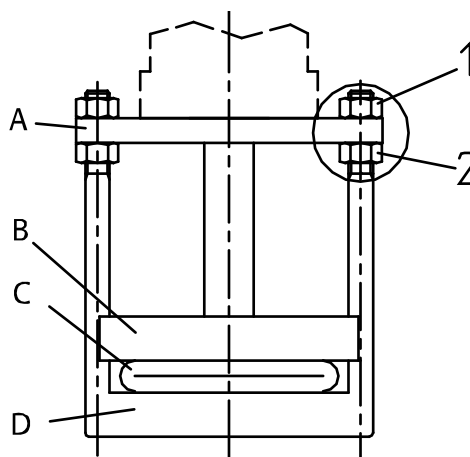
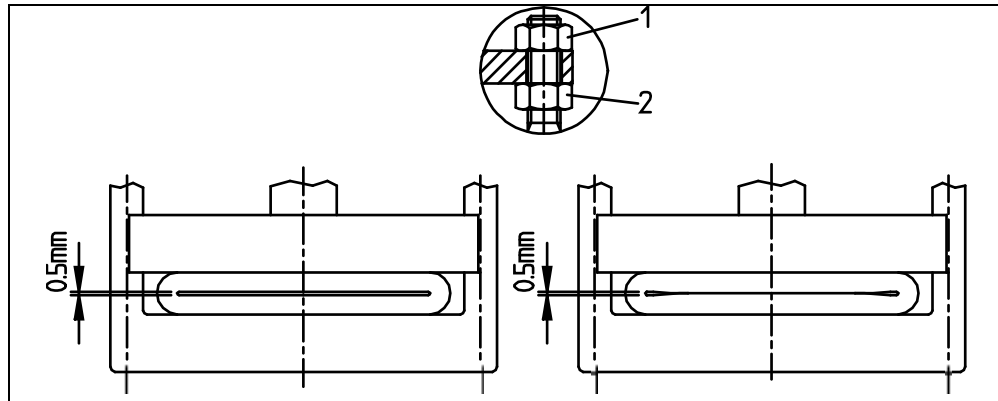
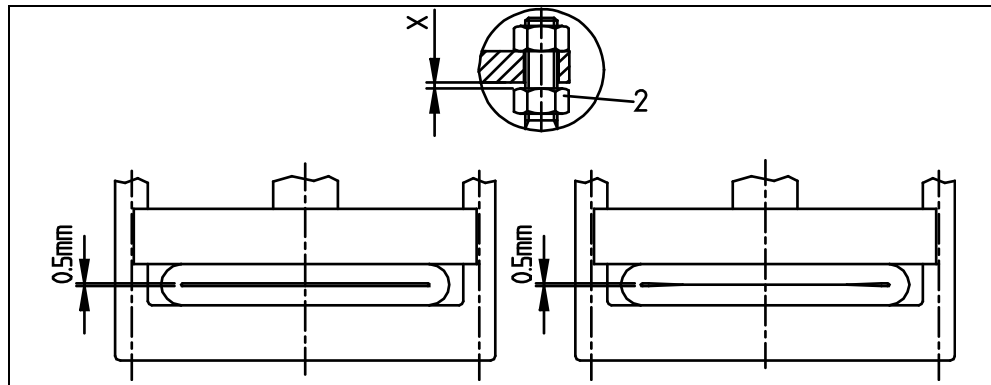

Fig. 10.
Fig. 10.1.
Fig. 10.2.
- Fermez la vanne à l'aide de l'actionneur. Réglez le parallélisme des barres de pincement à l'aide des écrous se trouvant des deux côtés de la plaque de fixation de l'actionneur (Fig.10, écrous 1 et 2), de manière à ce que le manchon laisse apparaître à l'une de ses extrémités une fente de lumière (environ 0,5 mm) au niveau du point subissant l'effort de compression du manchon ou symétriquement des deux côtés (Fig. 10.1).
- Serrez équitablement les deux boulons (1) de sorte que la fente de lumière disparaisse.
- Dévissez les écrous inférieurs (Fig. 10.2, écrou 2) de X mm de la plaque de fixation (voir la dimension X dans le tableau, Fig. 11).
Si la vanne est actionnée par un volant, une simple vérification du parallélisme des barres de pincement et de la présence d'une fente de lumière suffit (Fig. 10.1). Le serrage est assuré par une rotation du volant de 1/3 à 3/4 de tour une fois la vanne fermée : pour une pression dans la tuyauterie de 1 bar environ 1/3 tour de volant ; pour 10 bars, environ 1/2 tour de volant ; pour 25 bars, environ 3/4 de tour de volant. Si la vanne est équipée d'un réducteur, le nombre de tours est à multiplier par le rapport de réducteur.